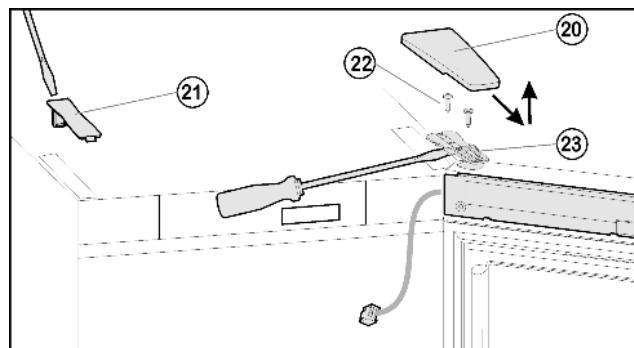
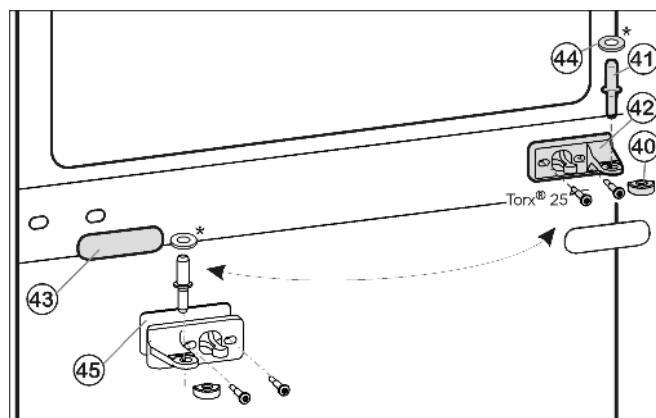
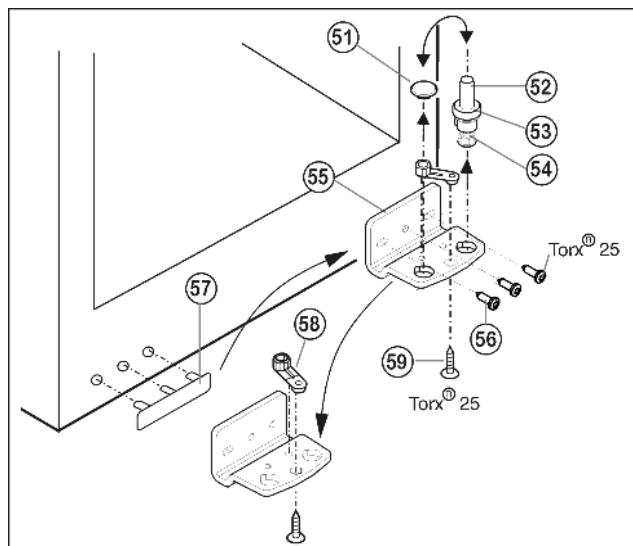

Fig. 6
Fig. 7
Fig. 8
- Крышку Fig. 6 (20) снимите движением вперед и вверх
► Снимите крышку Fig. 6 (21).
- Полностью выверните винты Fig. 6 (22).
► Снимите дверцу вместе с опорным кронштейном Fig. 6 (23) и кабелем вверх. Для снятия, возможно, понадобится осторожно подцепить опорный кронштейн снизу шлицевой отверткой.
► Вытащите из опорного кронштейна и нижней дверцы средний опорный палец Fig. 7 (41).
► Снимите пластмассовый колпачок Fig. 7 (40).
► Открутите средний опорный кронштейн Fig. 7 (42) (2 шт. Torx® 25).
- Осторожно снимите накладку Fig. 7 (43).
- ▶ Прикрутите средний опорный кронштейн Fig. 7 (42) с подкладкой Fig. 7 (45) с поворотом на 180° на новую сторону шарнира (**с моментом 4 Нм**).
- ▶ Зашелкните накладку Fig. 7 (43), повернув на 180°, на стороне, где теперь будет ручка.
- ▶ Извлеките опорный винт Fig. 8 (52) в комплекте с шайбой Fig. 8 (53) и регулируемой опорой Fig. 8 (54), вытягивая его вверх.
- ▶ Снимите пробку Fig. 8 (51).
- ▶ Открутите Fig. 8 (56) опорный кронштейн Fig. 8 (55).
- ▶ Открутите Fig. 8 (59) опорную деталь Fig. 8 (58) и, переставив в отверстие на противоположной стороне опорного кронштейна, снова прикрутите.
- ▶ Осторожно снимите и переставьте на противоположную сторону крышку со стороны ручки Fig. 8 (57).
- ▶ Снова прикрутите опорный кронштейн Fig. 8 (55) на новой стороне шарнира (**с моментом 4 Нм**). При необходимости используйте аккумуляторный шуруповерт.
- ▶ Переставьте пробку Fig. 8 (51) в свободное отверстие.
- ▶ Вновь установите опорный винт Fig. 8 (52) в комплекте с шайбой и регулируемой опорой. При этом фиксатор должен быть направлен назад.
- ▶ Установите дверь сверху на опорный палец Fig. 8 (52).
- ▶ Снова наденьте пластмассовый колпачок Fig. 7 (40) на средний опорный кронштейн Fig. 7 (42).
- ▶ Вставьте средний опорный палец Fig. 7 (41) через средний опорный кронштейн Fig. 7 (42) в нижнюю дверцу.
- Установите верхнюю дверцу на средний опорный палец Fig. 7 (41), закройте дверцу и установите верхний опорный кронштейн Fig. 6 (23) так, чтобы он защелкнулся в верхней стороне устройства.
- Закройте опорный кронштейн Fig. 6 (23) (**с усилием 4 Нм**). При необходимости просверлите отверстия или используйте аккумуляторную отвертку.
- Защелкните крышку Fig. 6 (20) и крышку Fig. 6 (21).
- При необходимости выровняйте дверцы через два продольных паза в нижнем опорном кронштейне Fig. 8 (55) и среднем опорном кронштейне Fig. 7 (42) параллельно корпусу устройства. Для этого выкрутите средний винт на нижнем опорном кронштейне Fig. 8 (55).